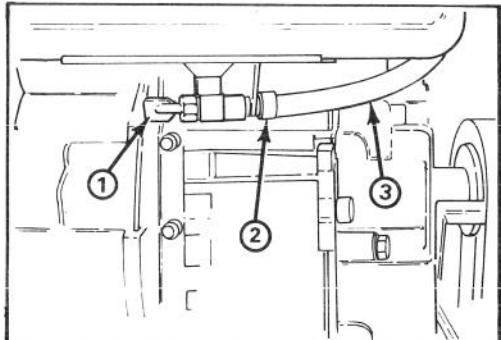

Abbildung 20
- Den sich unter dem Motor befindenden Absperrhahn schließen (Abb. 20).
- Die Schlauchklemmen lösen und die Kraftstoffleitung vom Hahn entfernen (Abb. 20).